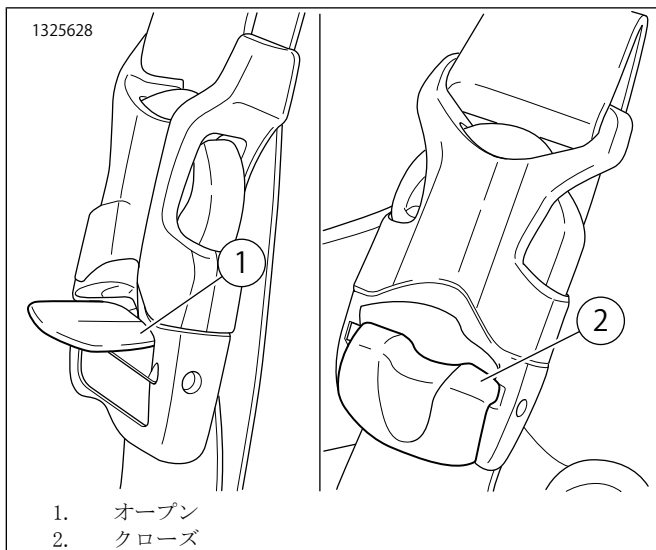

図3。留め金を外す / 留める
5. 「図3」を参照してください。留め金を留めてストラップをがしっかりと締めます。